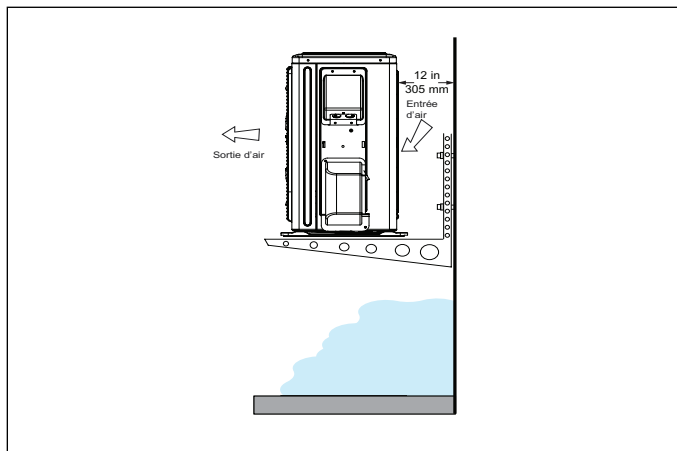

Figure 8. Unité extérieure sur supports au-dessus du niveau de la neige
- La base de l'unité doit être située au-dessus du niveau moyen de la neige comme illustré à la «Figure 8. Unité extérieure sur supports au-dessus du niveau de la neige» à la page 7.